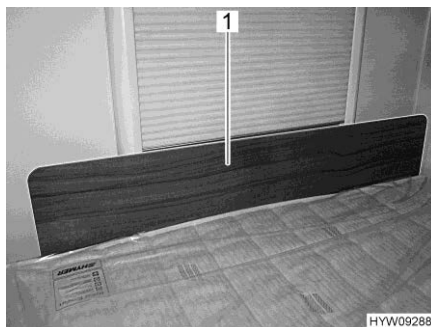

Fig. 102 Pannello di protezione/protezione anticaduta
- Inserire il pannello di protezione (Fig. 102,1) davanti alla finestra, tra il materasso e il telaio della finestra. L'effetto di serraggio del materasso mantiene il pannello di protezione in posizione, davanti al telaio della finestra.